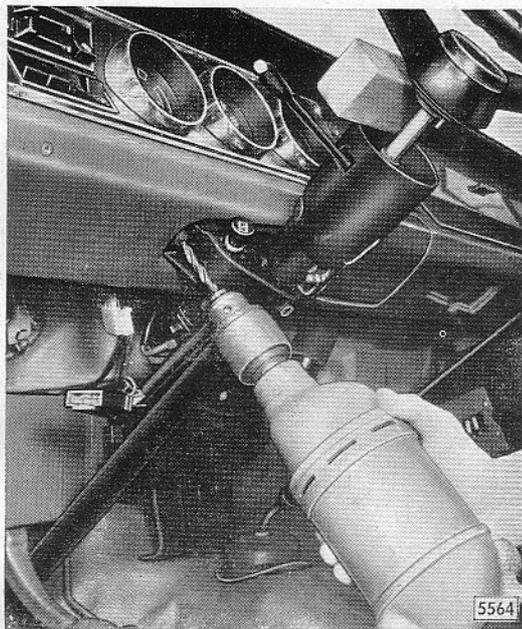

Bild B 6 - Schraubenkopf der Abreißschraube abbohren
5. Nach dem Herausziehen der Lenkspindel aus dem Lenkspindelflansch Schraubenköpfe der beiden Abreißschrauben für Lenkstützrohr-Zusammenbau an Haltestreben **genau mittig** ankörnen, mit 3-mm-Bohrervorbohren und mit 8-mm-Bohrer abbohren (Bild B 6).